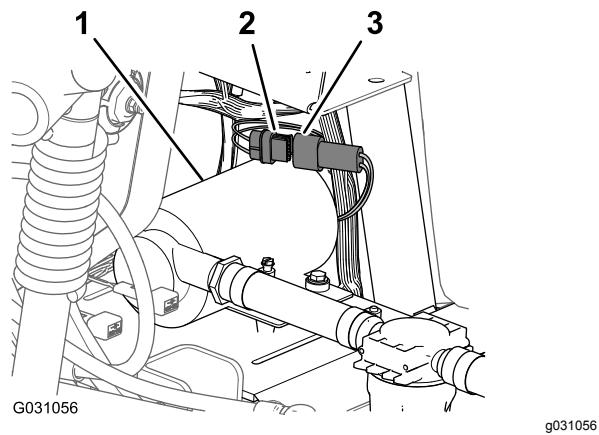

図 147
- すすぎポンプのハーネスの6ピンコネクタを、後メインハーネスの6ソケットコネクタに接続する図147。